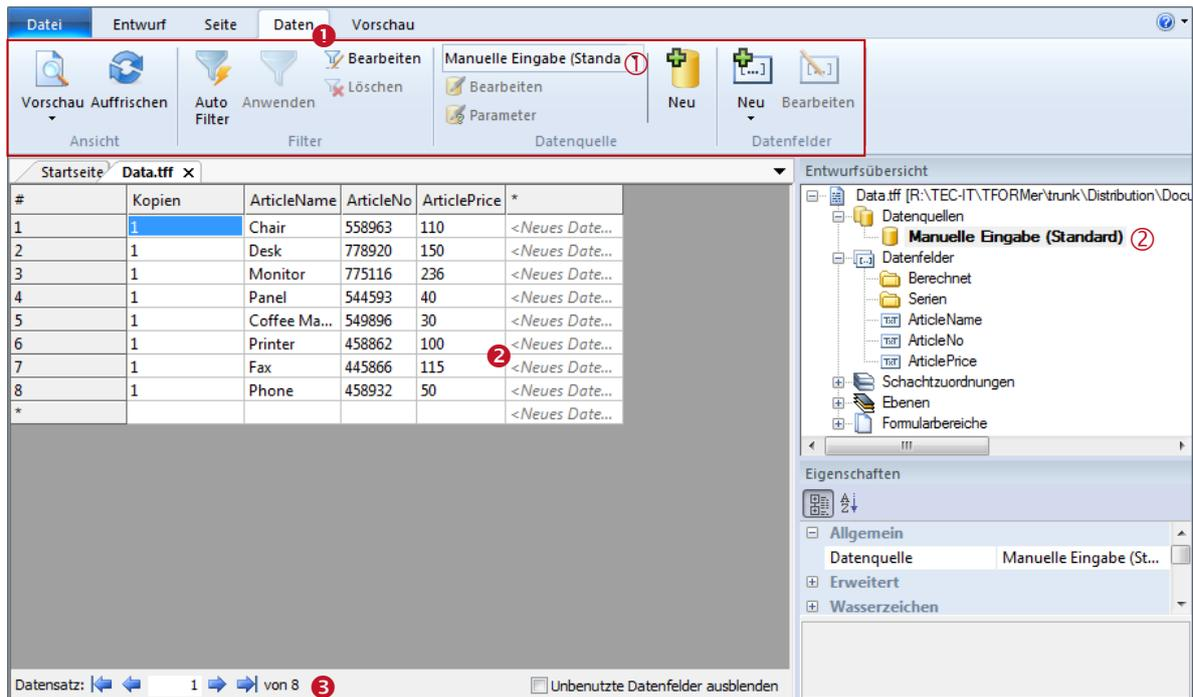

Abbildung 63: Datenansicht
Um zu einer bestimmten Datenquelle zu wechseln, wählen Sie im Menüband *Datenquelle | Manuelle Eingabe (Standard)* und wählen Sie dann die gewünschte Datenquelle aus (siehe auch Abbildung 63, ①). Alternativ können Sie auch in der Entwurfsübersicht auf die Datenquelle rechtsklicken und *Aktive Datenquelle festlegen* aus dem Kontextmenü auswählen.